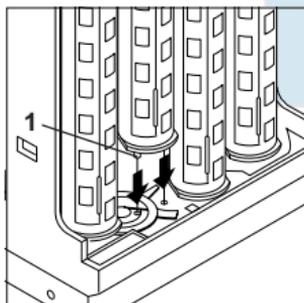

Abb. 11b: Tuben einbauen
- 1 Linke oder rechte Tube so in den Auszahlsatz einsetzen, dass die zwei Stifte **1** unten an der Tube in die Löcher am Auszahlsatz eingreifen (s. Abb. 11b).